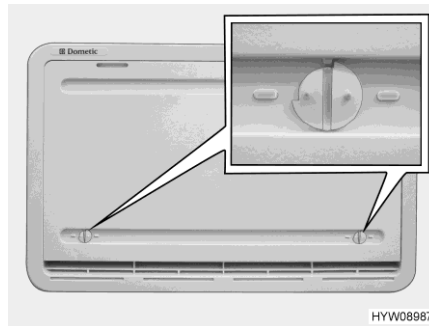

Bild 239 Winterabdeckung
Wenn der Kühlschrank bei niedrigen Außentemperaturen betrieben werden soll, empfiehlt der Hersteller die Verwendung einer Winterabdeckung (Bild 239) für die Kühlschrank-Lüftungsgitter.
- Beide Verriegelungen (Bild 239) öffnen (Nuss steht waagrecht).